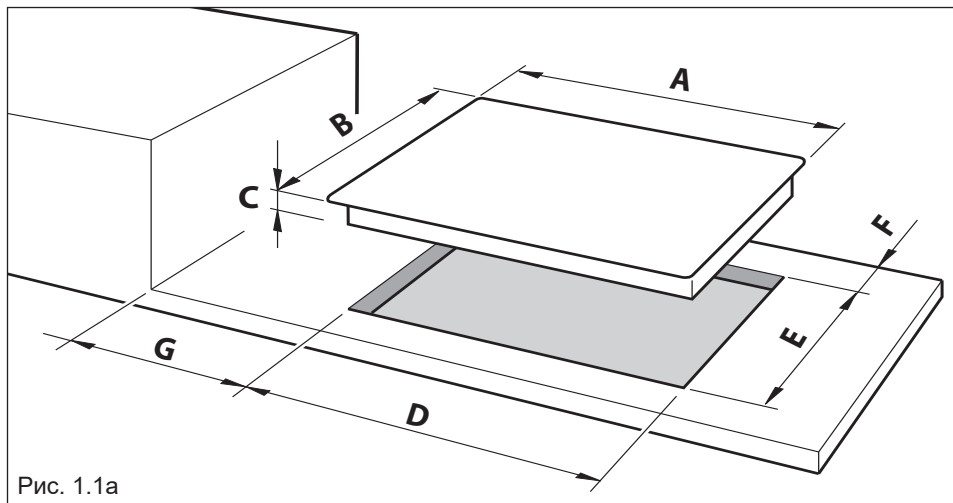

Рис. 1.1a
- Вырежьте блок в соответствии с размерами на рис. 1.1a.